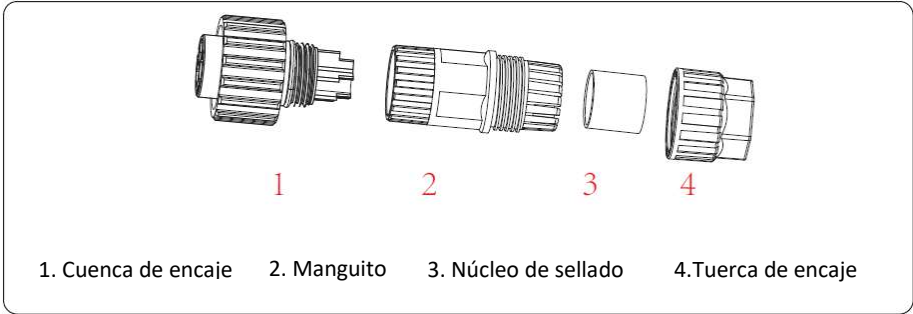

Imagen 5.7 Estructura del conector CA
La salida del conector de CA está dividida en tres partes: encaje de ajuste, manguito y sellante, como se muestra en la imagen 5.7, los pasos son los siguientes:
Paso 2: Separe el manguito de la cuenca de encaje, como se muestra en la imagen 5.7, el cuerpo del conector tiene dos agujeros de bloqueo, y pulse la válvula de bloqueo en el agujero hacia dentro para separar la cuenca de encaje del manguito.